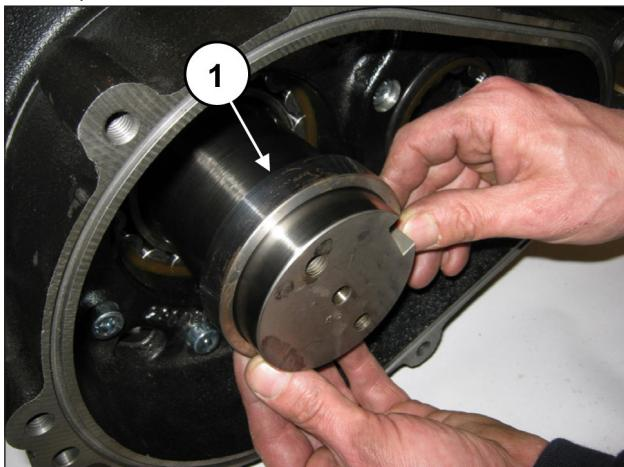
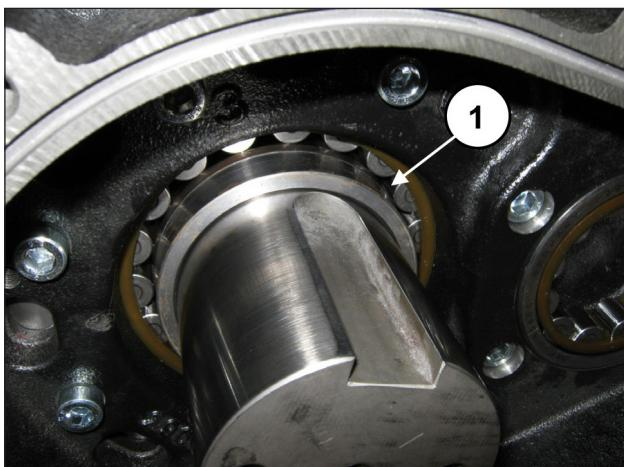

Abb. 74
Abb. 75
Setzen Sie den Zahnkranz-Stützring in den Stummel der Kurbelwelle (Pos. ①, Abb. 74) bis auf Anschlag ein (Pos. ①, Abb. 75).